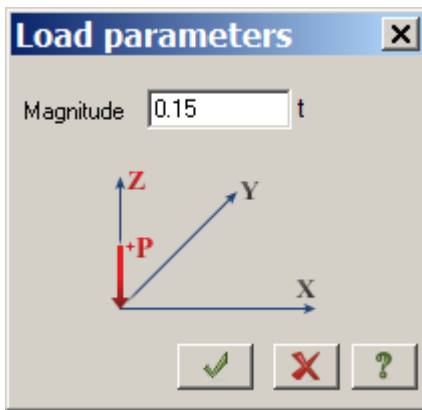

Figure 8.17 Load parameters dialog box
- ⇒ In the **Load parameters** dialog box specify  $P = 0.15t$  (see Fig.8.17).